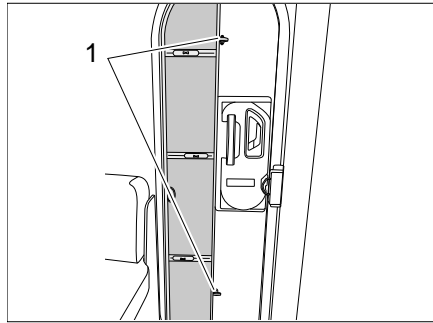

Bild 41 Insektenschutztür, eingeklappt
- Beide Riegel (Bild 41,1) eine viertel Umdrehung drehen.
- Insektenschutztür an die Eingangstür drücken und die Riegel (Bild 41,1) eine viertel Umdrehung drehen.